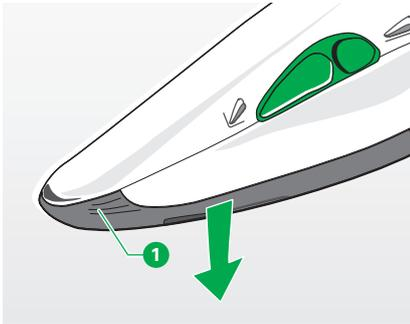

Fig. 4.14 Smontare la bocchetta aspirante
- Afferrate la bocchetta aspirante tenendola per le scanalature ❶ dell'apertura di aspirazione.
- Spingete la bocchetta aspirante contro l'apparecchio tenendola per le scanalature (❶, fig. 4.14). Accertatevi che la bocchetta aspirante si blocchi fino a sentire un click.